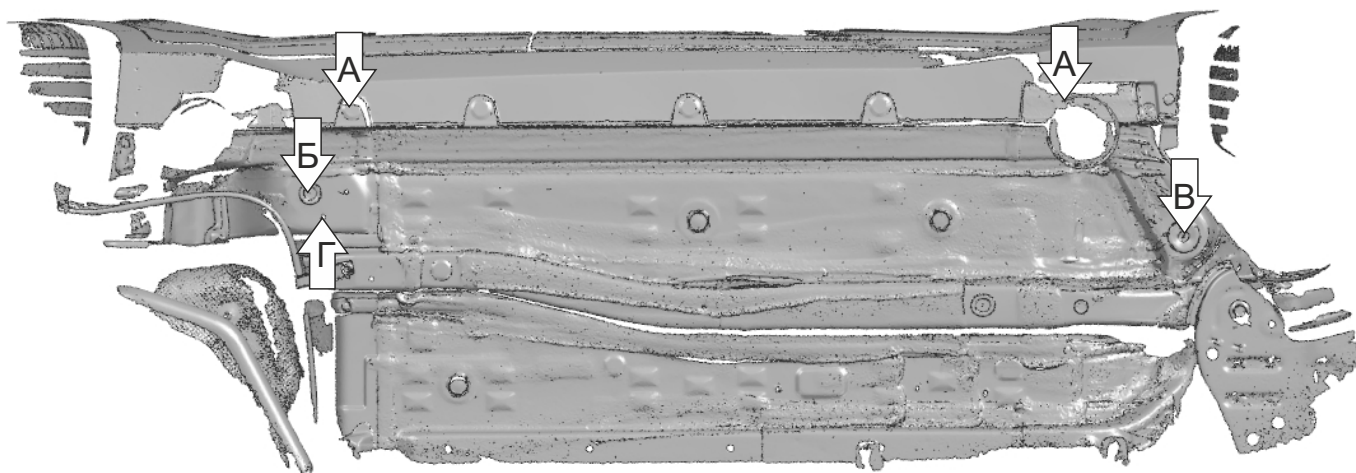

Рис. 2
1. Извлечь резиновые заглушки в позициях (А, Б, В) (Рис.2).
2. Установить гайки закладные М8 с усиками в отверстие лонжерона передней части автомобиля (А) (Рис. 2).
3. Через отверстие (Б) протянуть гайку закладную М8 с проволокой и установить над отверстием (Г) (Рис. 2).
4. Установить гайку закладную М10 с усиками над отверстием (В) (Рис.2).